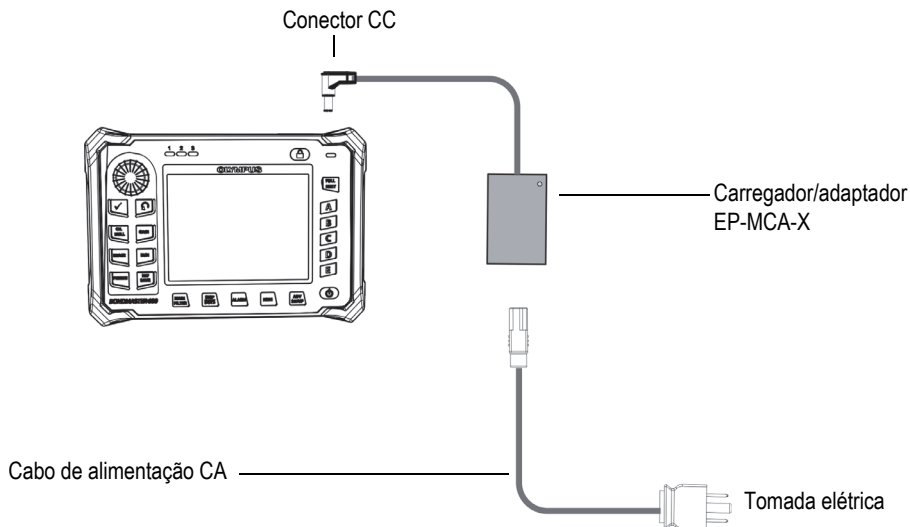

Figura 2-7 Conexão do carregador/adaptador
1. Conecte o cabo de alimentação do carregador/adaptador em uma tomada com energia adequada (veja Figura 2-7 na página 38).